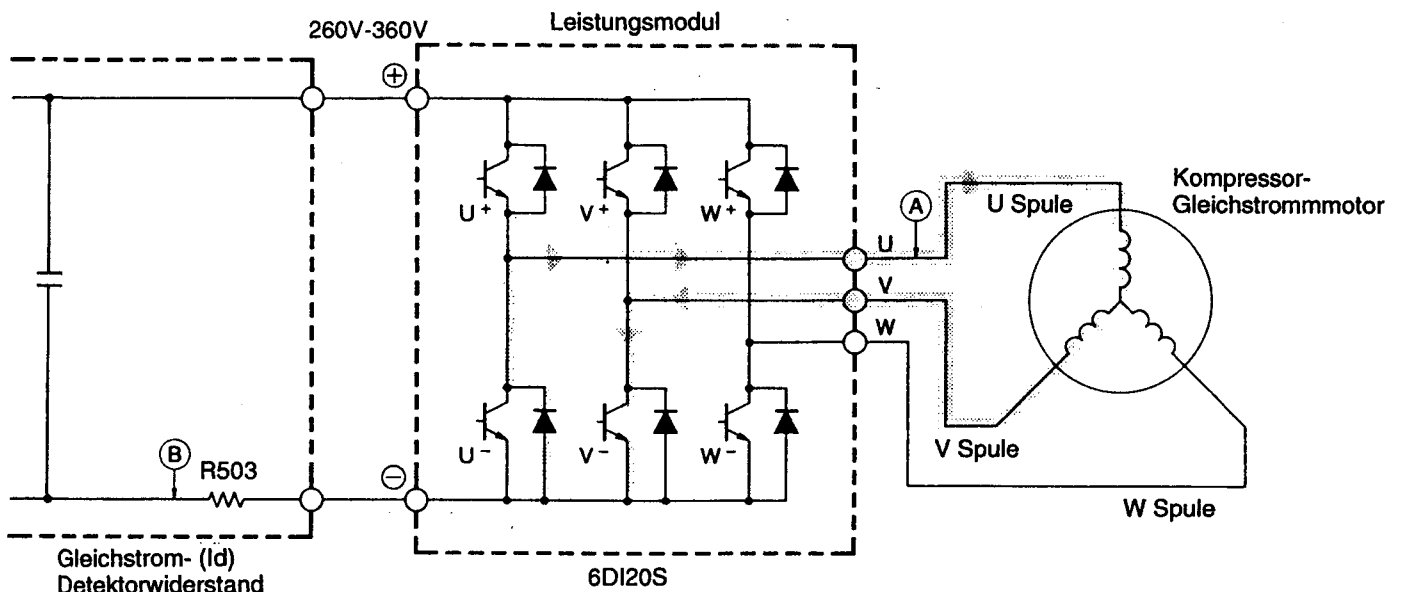

Abb. 3-4 Leistungsmodul-Schaltkreis (U⁺ ist ON, V⁻ ist ON)
- (2) Wenn U+ Transistor OFF ist: (durch Induktion der Motorspule) U Spule → V Spule → V- Transistor → Rückkehrdiode → Punkt ① (Abb. 3-4)